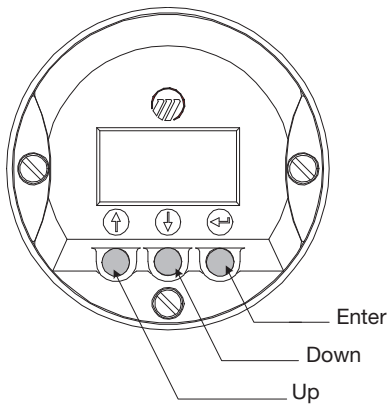

Рисунок 3
3. Пользуясь кнопками ("вверх") \uparrow и ("вниз") \downarrow переходите от пункта к пункту программы конфигурирования, см. Рис.3